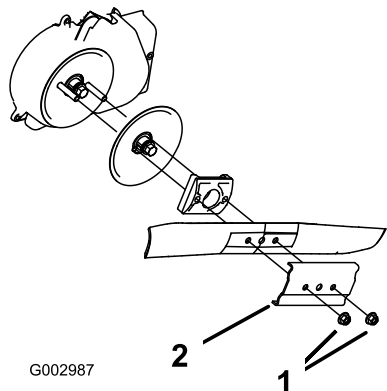

Рисунок 52
3. Отверните 2 гайки крепления ножа и прижим (Рисунок 52).
4. Извлеките нож (Рисунок 52).
5. Установите новый нож (Рисунок 52).